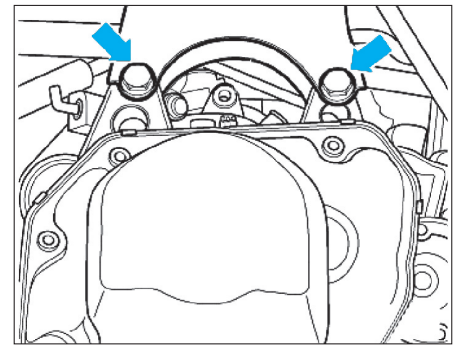

Fig. 4
- Les vis de fixation du support gauche de boîte de vitesses (Fig.4).